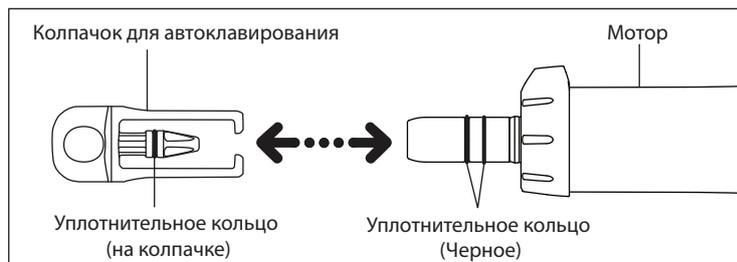

Рис. 3
- Наденьте колпачок для автоклавирования на мотор. (Рис.3)